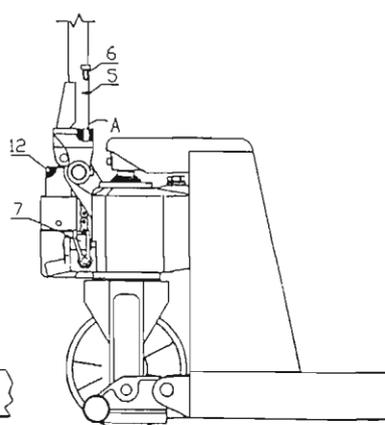

Fig. 2
- 3.2. Рис. 2. Установите пружину втулки (5) под винт с гнездовидной головкой (6). Установите винт с гнездовидной головкой (6) в три А-образных отверстия и затяните его гаечным ключом так, чтобы рукоятка (1) и подвеска (3) были зафиксированы. См. рис. 2.
- 3.3. Поднимите рычаг повышения (7) железным стержнем и установите винт и гайку на наконечник втулочно-роликовой цепи (2) в канавку рычага повышения (7). Затем уберите железный стержень для завершения полной сборки. См. рис. 2 и 4.
1. См. рис. 2. Ослабьте винт (12), прокрутив его против часовой стрелки, и медленно дергайте ручку, пока масло не вытечет в точке крепления винта. Остановите ручку в этом положении, и затяните винт (12) по часовой стрелке.